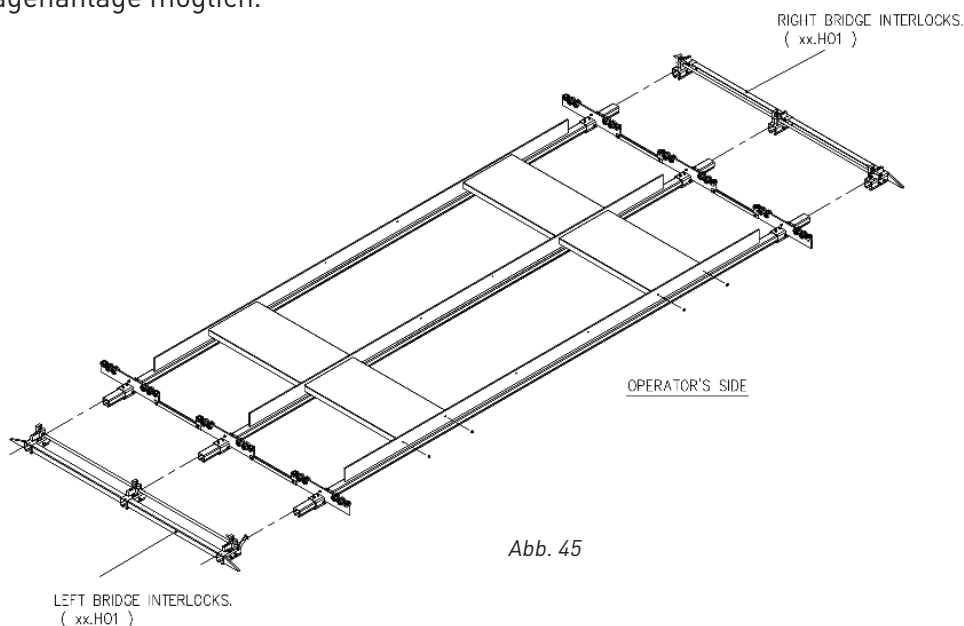

Abb. 45
Schritt 6: Die Schiebebühnenverriegelungen xx.H01 auf die verstärkten Schienen schieben und locker sichern. Abb. 45 veranschaulicht die richtige Ausrichtung der Verriegelungen (links/rechts) (Abb. 45).